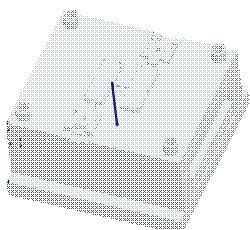
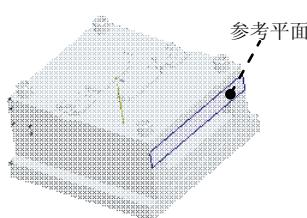
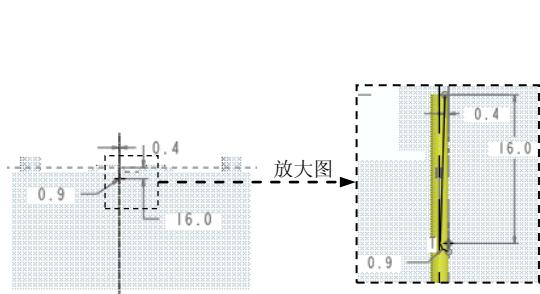

图 31.82 激活顶杆 1
图 31.83 选取移动方向
图 31.84 截面草图
Step6. 编辑顶杆 1。在模型树中选择 \triangleright **EMX_EJECTOR_PIN010-1743.PRT** 并右击，从弹出的快捷菜单中选择 \diamond 命令，激活顶杆，如图 31.82 所示（此顶杆与 Step3 中创建的浇口相干涉）；单击 **模型** 功能选项卡 **形状** \downarrow 区域中的 \diamond 旋转按钮，此时系统弹出“旋转”操控板；选取 MOLD_RIGHT 基准平面为草绘平面，然后选取图 31.83 所示的表面为参考平面，方向为**右**，绘制图 31.84 所示的截面草图；完成截面的绘制后，单击“草绘”操控板中的“确定”按钮 \checkmark ；在操控板中单击 \triangle 按钮，然后单击 \checkmark 按钮，完成特征的创建。